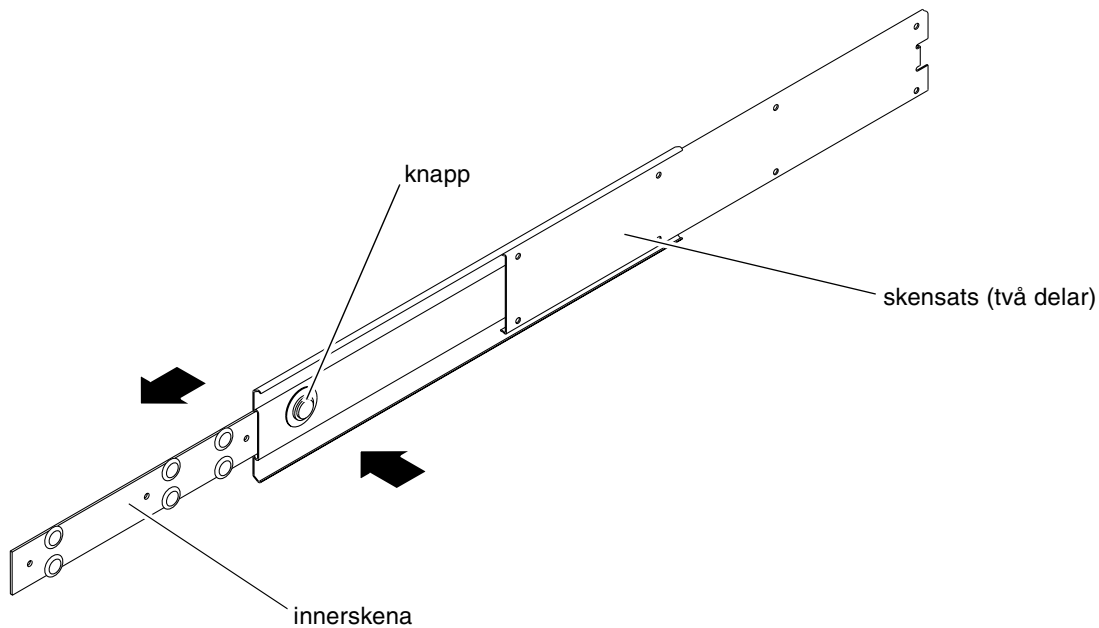

BILD 3-8 Dra ut innerskenan
4. Tryck in knappen på varje skensats och dra ut innerskenan (BILD 3-8).